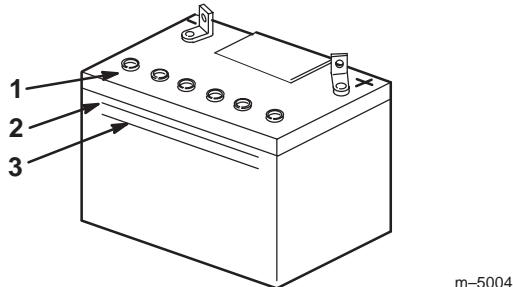

Figure 55
2. Observez le côté de la batterie. Le niveau de l'électrolyte doit atteindre le trait **supérieur** (Fig. 55). Ne laissez pas l'électrolyte descendre en dessous du trait **inférieur** (Fig. 55).
3. Enlevez les bouchons d'aération de la batterie (Fig. 55).
4. Versez lentement de l'eau distillée dans chaque élément jusqu'au trait **supérieur** (Fig. 55) sur le côté de la batterie.
5. Attendez cinq à dix minutes après avoir rempli les éléments. Ajoutez de l'eau distillée au besoin, pour amener le niveau au repère **supérieur** (Fig. 55) sur le côté de la batterie.